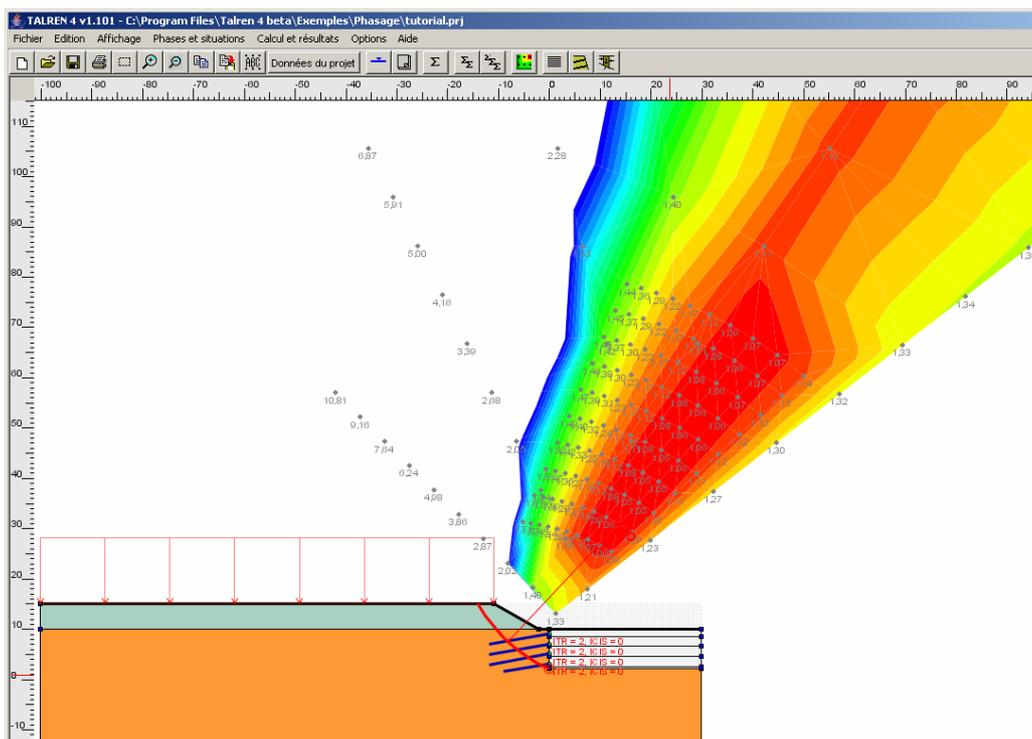

Figure 121 : exemple d'affichage d'isovaleurs et des critères dimensionnants pour les renforcements
- Des isovaleurs, sous la forme de dégradés de couleurs (Figure 121) : là aussi, on peut paramétrer la fourchette de valeurs de coefficients de sécurité à prendre en compte ;
- Des indications sur le critère dimensionnant pour les renforcements (Figure 121) : cet affichage se fait sous la forme "ITR = xxx ; ICIS = xxx". Ces codes et leurs légendes correspondent au format habituel des résultats pour les renforcements dans Talren (les légendes peuvent être visualisées depuis la boîte de dialogue des résultats dans les renforcements, voir chapitre 5.3.5).